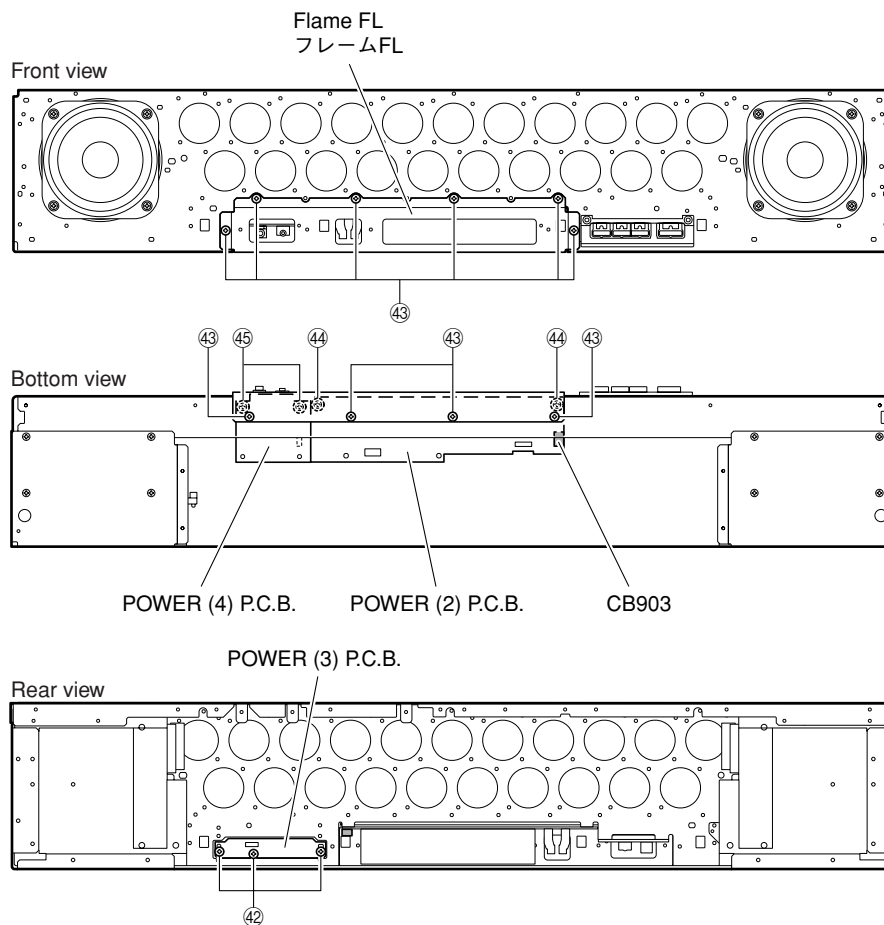

Fig. 13
13. Removal of POWER (2), (3) and (4) P.C.B.s
- a. Remove 3 screws (42). (Fig. 13)
- b. Remove CB903. (Fig. 13)
- c. Remove POWER (3) P.C.B.. (Fig.13)
- d. Remove 10 screws (43) and then remove flame FL. (Fig. 13)
- e. Remove 2 screws (44). (Fig. 13)
- f. Remove POWER (2) P.C.B.. (Fig. 13)
- g. Remove 2 screws (45). (Fig. 13)
- h. Remove POWER (4) P.C.B.. (Fig. 13)
13. POWER (2)、(3)、(4) P.C.B.の外し方
- a. 42のネジ3本を外します。(Fig. 13)
- b. CB903を外します。(Fig. 13)
- c. POWER (3) P.C.B.を取り外します。(Fig. 13)
- d. 43のネジ10本を外し、フレームFLを取り外します。(Fig. 13)
- e. 44のネジ2本を外します。(Fig. 13)
- f. POWER (2) P.C.B.を取り外します。(Fig. 13)
- g. 45のネジ2本を外します。(Fig. 13)
- h. POWER (4) P.C.B.を取り外します。(Fig. 13)